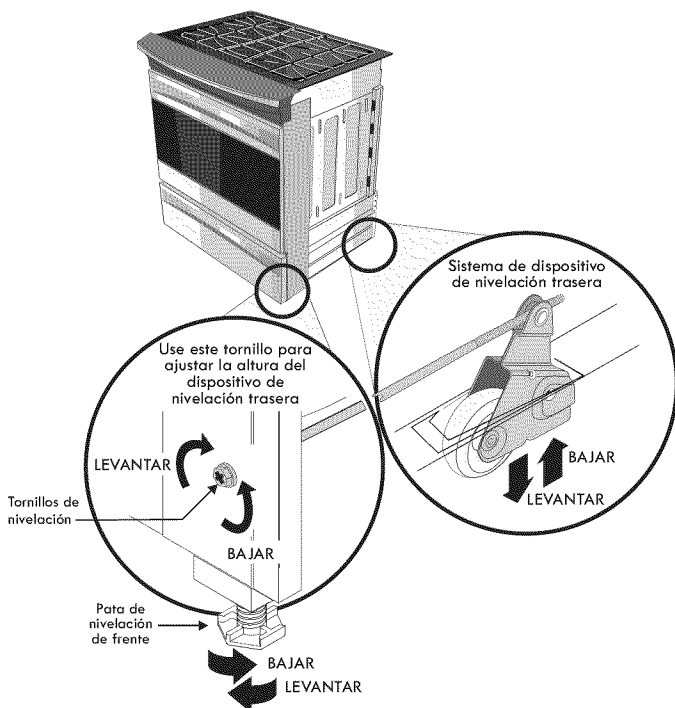

Figura 11
2. Baje el aparato, las patas de nivelación alternadamente, hasta que la parte baja de la superficie de cocción repose sobre el mostrador (figura 11).